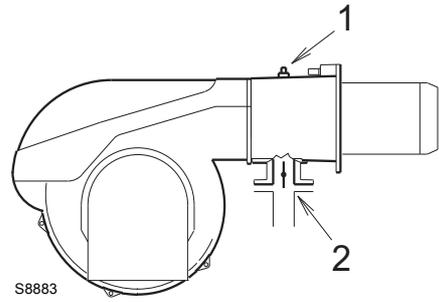

图 25
在测试点 1) (图 25) 处测得的燃气压力，其中：
燃气蝶阀 2) (图 25) 处压力损失，此时燃气蝶阀开启至最大：90°。
- 用在测试点 1) (图 25) 处测得的燃气压力减去炉膛压力。
计算测试点 1) (图 25) 处所需燃气压力，将燃烧器以最大比调出力运行：
- 读出右边栏 1 所示测试点 1) (图 25) 处压力。
测试点 1)(图 25) 所需的压力。